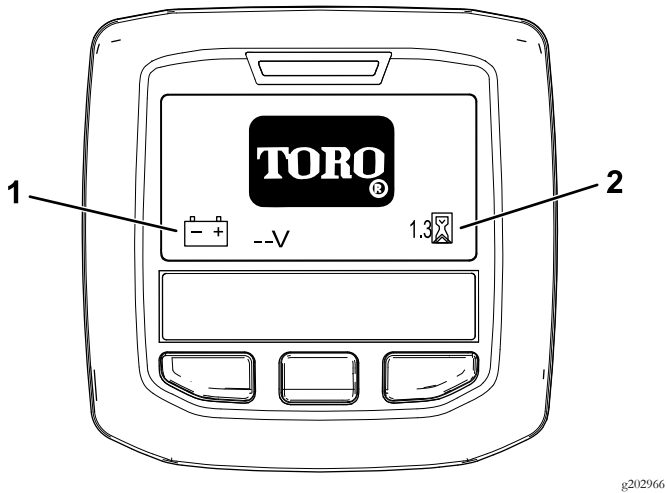
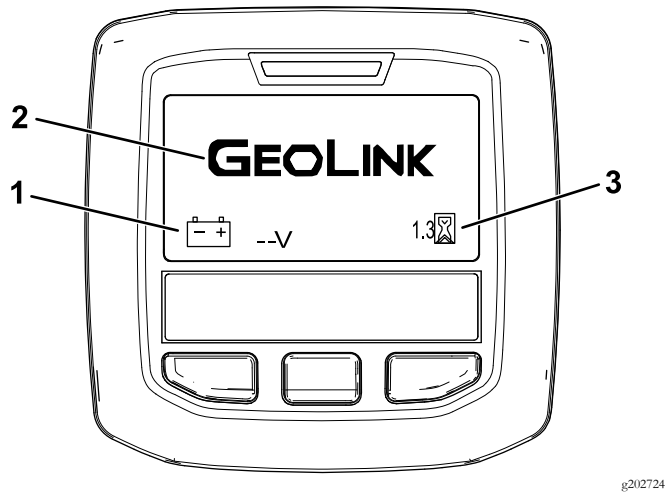

图2
图3
- InfoCenter 信息中心亮起并显示初始化屏幕该屏幕将显示电压计和小时表信息 图2。如果配备了 GeoLink 系统初始化屏幕将显示 GeoLink 徽标而不是 Toro 徽标 图3。